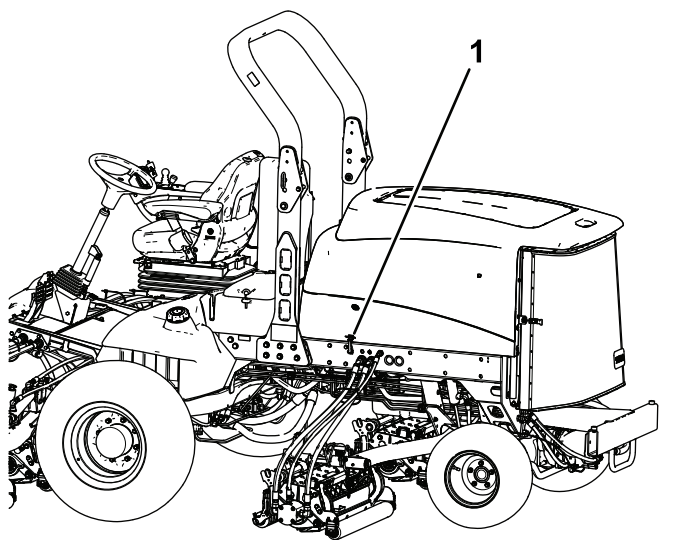

Figura 80
1. Solte os trincos do capot (Figura 80) e levante o capot.